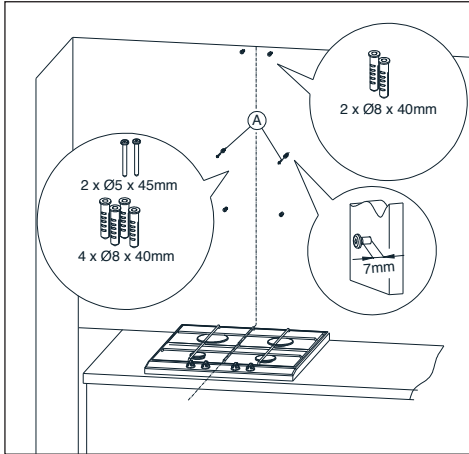

Fig. 5 Montage des chevilles
2. Insérez les chevilles dans les trous. Dans deux ouvertures marquées de A, vissez également les vis (en laissant 7 mm de longueur de vis à l'extérieur de la cheville, Fig. 5).